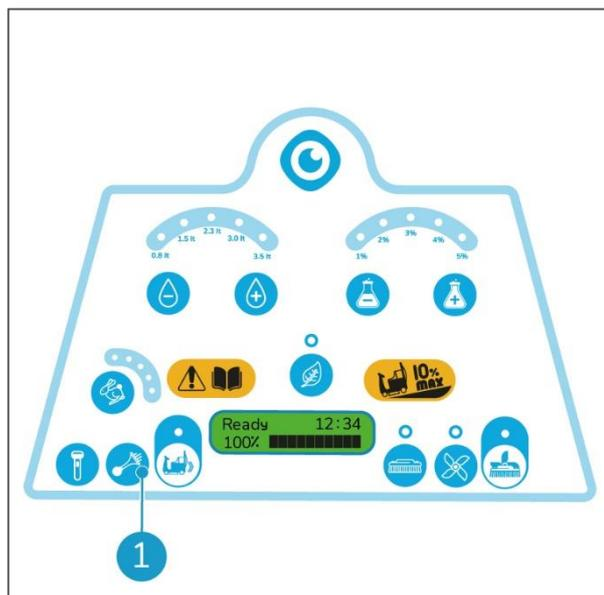

Abbildung 25
1. Drücken Sie die Hupentaste (Abbildung 25, Pos. 1), um die Hupe zu betätigen.